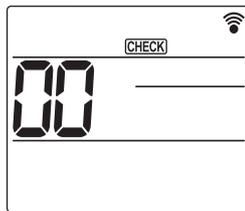

Fig. 7-8
- ① Mindestens 12 Stunden vor dem Testlauf den Netzstrom einschalten.
- ② Drücken Sie Taste **MENU** 5 Sekunden lang. (Fig. 7-8)